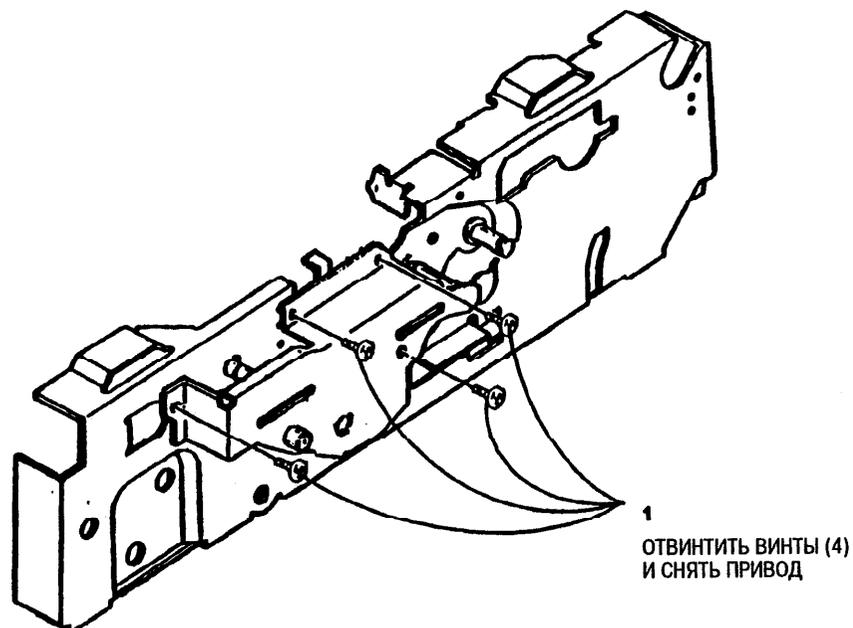

Рис. 1. Снятие привода фюзера/транспортёра бумаги
2. (Рис. 1): Снять привод фюзера/